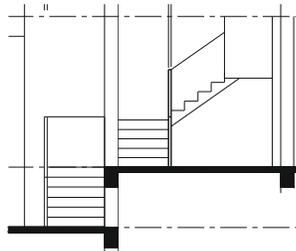

图 10-2-20
**STEP 17** 接着绘制其他剩下的线段，如图 10-2-20 所示。